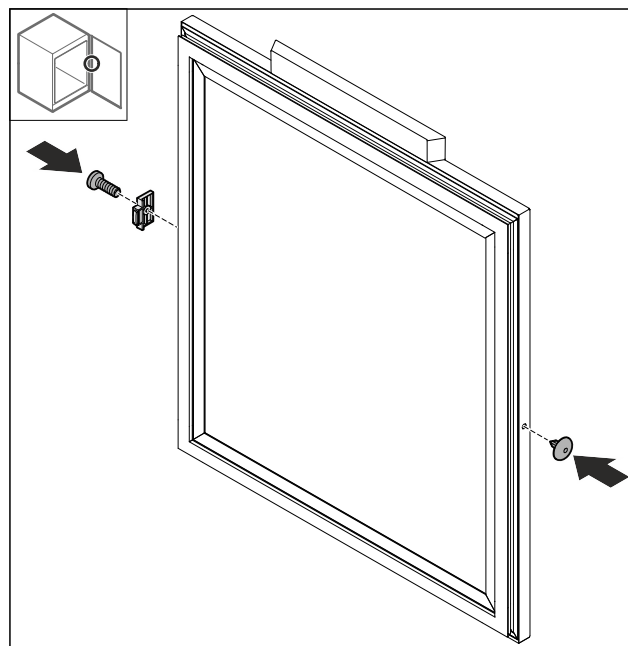

Fig. 48
- ▶ Odbojnik drzwi zamontować Fig. 48 (1) w pozycji obróconej o 180° po przeciwnej stronie.
- ▶ Założyć Fig. 48 (2) osłonę po przeciwnej stronie.